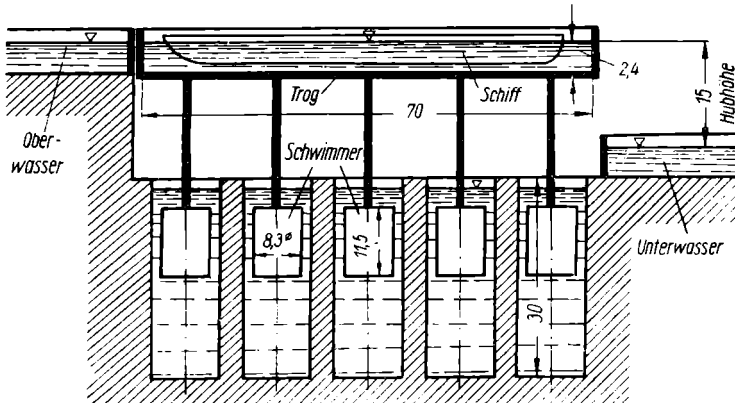

Bild 244
58. Ein Schiffshebewerk (Bild 244) nimmt das zu hebende Schiff in einem Wassertrug auf. Dieser ruht auf fünf hohlzylindrischen Schwimmern von 8,3 m Außendurchmesser und 11,5 m Höhe, die sich in 30 m tiefen, mit Wasser gefüllten Brunnen auf und ab bewegen können. Da die Schwimmer hierbei stets ganz unter Wasser bleiben, ist ihre Auftriebskraft unverändert gleich den gesamten zu tragenden Gewichten, und der Trug befindet sich in jeder Höhenlage im Gleichgewichte. Die Hub- oder Senkbewegung wird durch vier von einem Elektromotor angetriebene Schraubenspindeln an den Ecken des Trogs geregelt, ohne daß die Schrauben senkrechte Last tragen. In der tiefsten Stellung wird der Trug durch Gummileisten wasserdicht an die Stirnwand des unteren Kanals angeschlossen, und das Schiff fährt aus dem Unterwasser in den Trug ein. Nachdem dann die Tore des Trogs geschlossen sind, erfolgt der Hub. In der höchsten Stellung des Trogs fährt das Schiff in den oberen Kanal aus. a) Wie groß ist der Gesamtauftrieb der fünf Schwimmer? b) Wieviel Wasser enthält der prismatische Trug bei 70 m innerer Kastenlänge, 8,8 m Breite